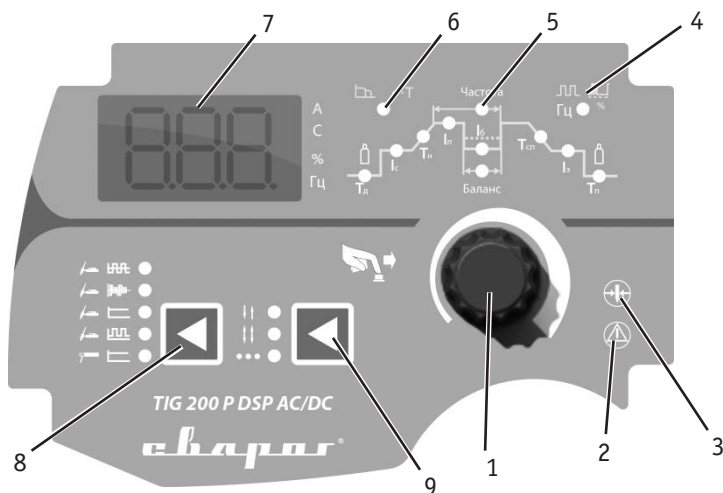

Рис. 7.1. Панель.
8. Выберите кнопкой режим TIG сварки (п. 8, рис. 7.1) в зависимости от необходимых задач и технических требований.
Если загорается сигнальная лампа (п. 2, рис. 7.1), значит выбран некорректный режим сварки. Отрегулируйте режимы сварки до корректных (см. таблицу 8.2), начинайте сварочный процесс.